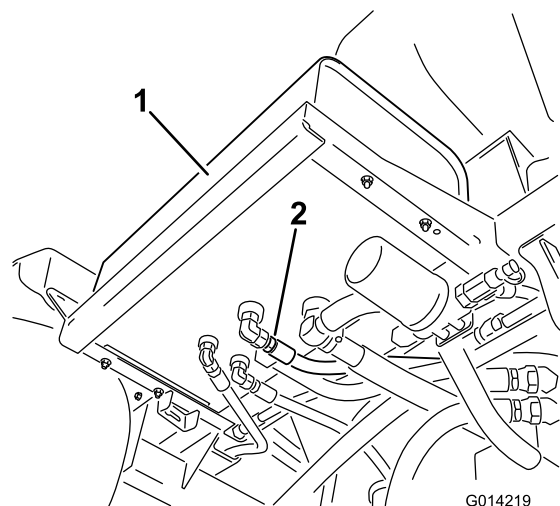

Figura 94
2. Pulite l'area attorno a un raccordo del flessibile idraulico sulla parte inferiore del serbatoio del fluido idraulico (Figura 94).
4. Rimuovete il raccordo del flessibile dal serbatoio, lasciando spurgare il fluido nella bacinella (Figura 94).